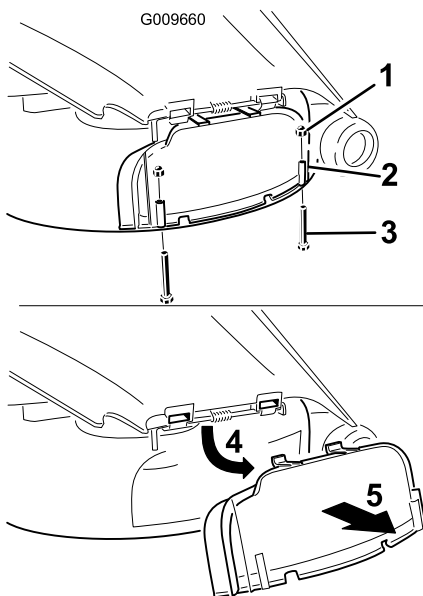

Figure 26
3. Enlevez les 2 boulons et écrous qui fixent l'obturateur d'éjection au plateau de coupe (Figure 26).